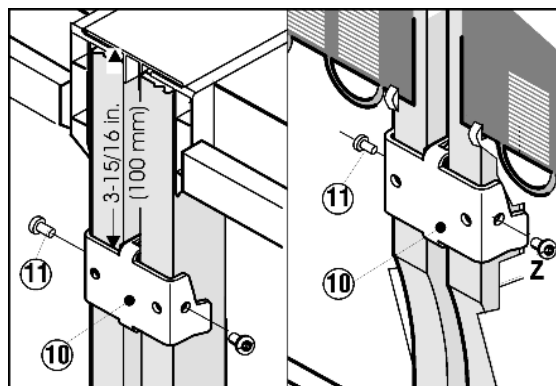

Fig. 14
- En la parte trasera, tanto superior como inferior, coloque las escuadras de fijación Fig. 14 (10) anchas.
- Coloque la escuadra de fijación inferior en la escotadura correspondiente (Z).
- Atornille las dos escuadras de fijación Fig. 14 (10) con los tornillos de cabeza hexagonal Fig. 14 (11) a los lados para fijarlas.